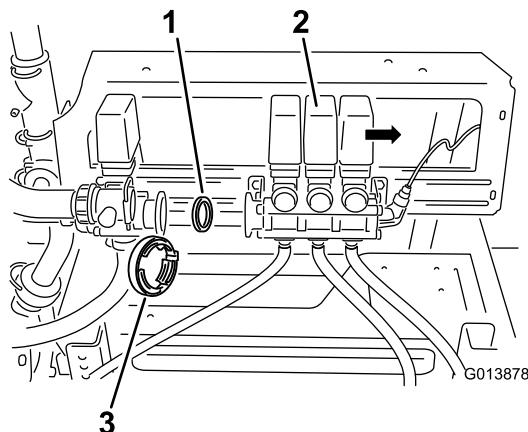

Figura 5
3. Allontanate con cautela il gruppo valvole della barra dalla valvola dell'agitatore (Figura 5).
- 4. Rimuovete la guarnizione esistente nel corpo della valvola (Figura 5).